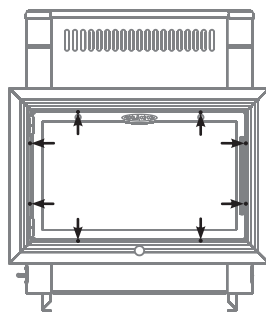

Рисунок 4. Демонтаж передней рамки при монтаже печи «Витрувия»
- 1) открутить саморезы 8 шт., которыми прикрепляется рамка к топливному каналу и снять ее; (см. рисунок 4)